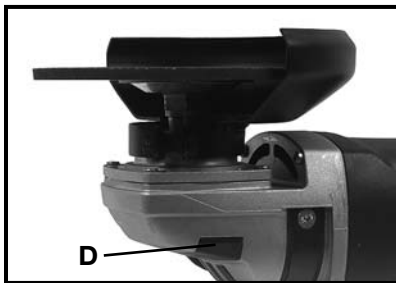

Fig. 4
4. Coloque el cubo de la rueda de amolar en el husillo y gírelo en el sentido de las agujas del reloj hasta que el husillo comience a girar; vea la Fig. 4.